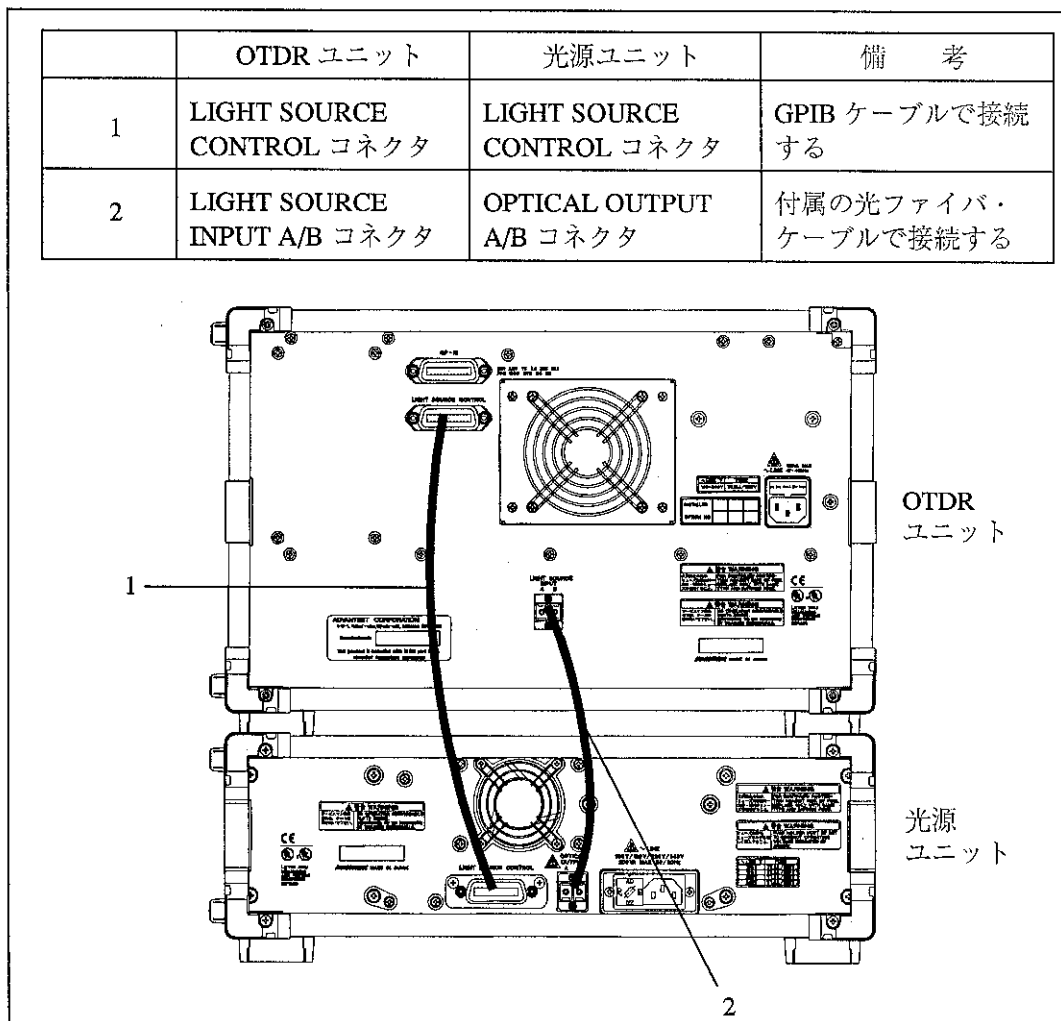

図 3-1 背面パネルの接続
- ① OTDR ユニットの POWER スイッチをオフにしてください。
- ② 光源ユニットの POWER スイッチをオフにしてください。
- ③ 図 3-1 のように接続してください。